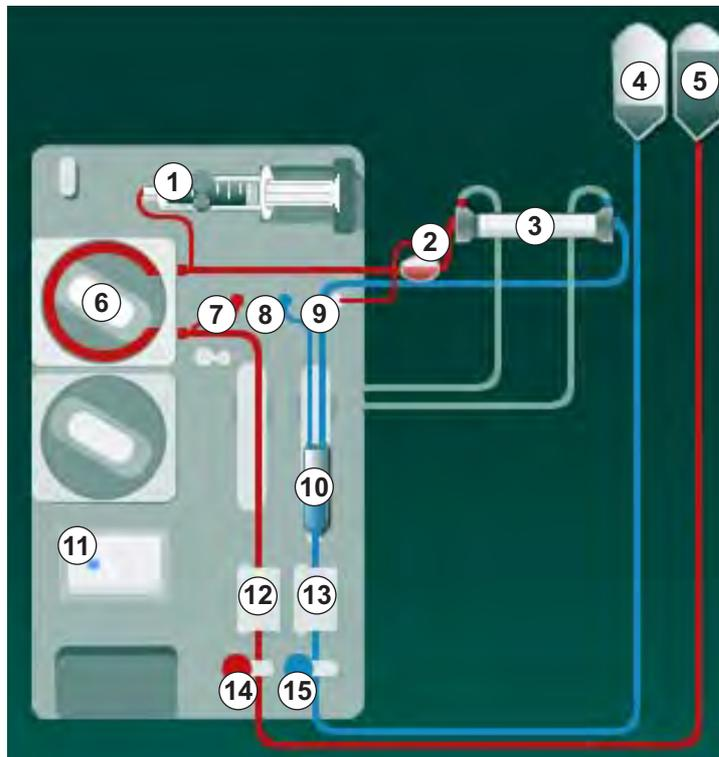

Fig. 5-8 Inserción del sistema de líneas de sangre para el cebado bolsa a bolsa
2. Retirar los conectores del dializador del puente de lavado y conectarlos al dializador (Fig. 5-8 Inserción del sistema de líneas de sangre para el cebado bolsa a bolsa (95), ③) cuando aparezca la instrucción correspondiente en el equipo. Respetar el código de colores: